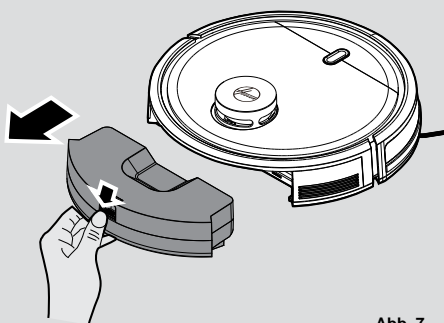

Abb. 7
1. Drücken Sie hierzu den Entriegelungsknopf und ziehen Sie ihn heraus. **[Abb. 7]**
1. Nehmen Sie nach dem Saugen den Staubbehälter ab. Drücken Sie hierzu auf die Freigabetaste und ziehen Sie ihn heraus. **[Abb. 7]**